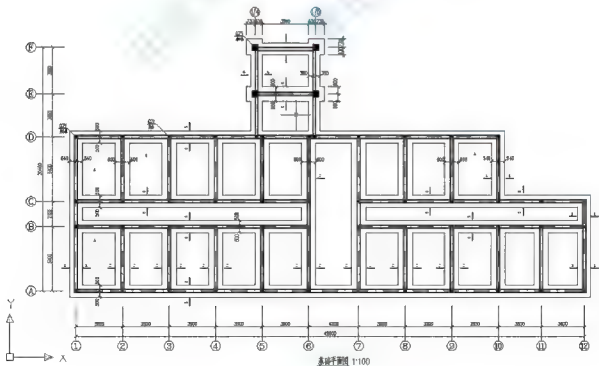

图 5.20 基础平面图
(2) 参照基础平面图 (附图 3.4), 标注轴线、尺寸、断面的编号和图名, 结果如图 5.20 所示。